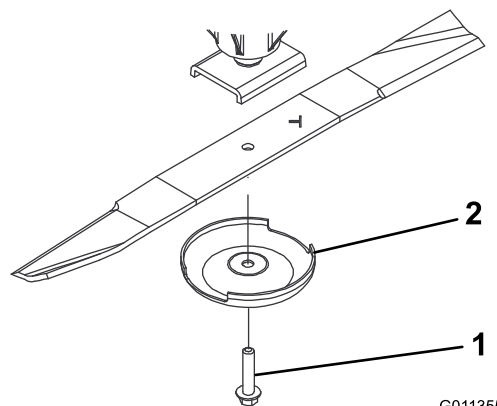

図 123
3. スピンドルのシャフトからブレードボルト、芝削り防止カップ、ブレードを取り外す図 123。